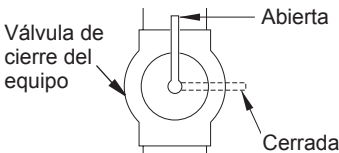

Figura 16 - Válvula de cierre del equipo
1. Cierre la válvula de cierre del equipo (consulte la figura 16).
1. Abra la válvula de cierre del equipo (consulte la figura 16).
- Cierre la válvula de cierre del equipo (consulte la figura 16, en la página 16).